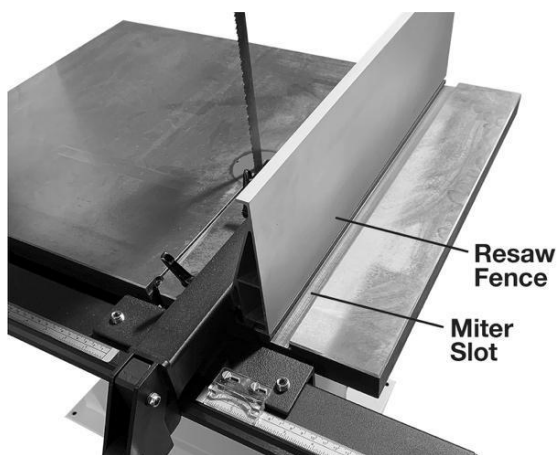

Рис. 28
1. Прижмите упор к краю паза стола (рис.28) и опустите фиксирующую ручку, чтобы зафиксировать положение. Упор должен быть выровнен параллельно пазу стола по всей длине планки упора.